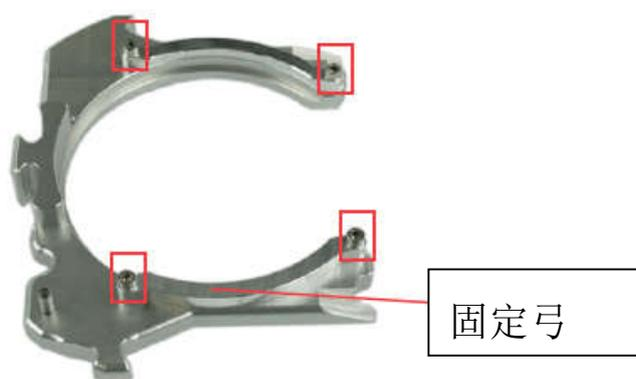

图 19 夹具螺丝展示
①用自带的内六角螺钉（2.5 mm）松开夹具上的 4 个螺钉（参见图 19）。